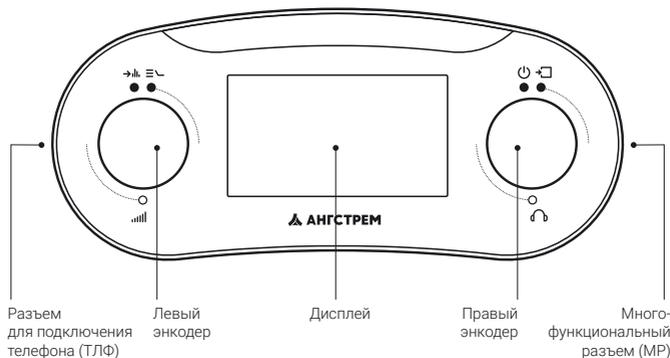

Рисунок 1 – Передняя панель приемника
4.3 Индикация. На передней панели расположен жидкокристаллический символно-графический дисплей (рис. 1), отображающий информацию о режимах и параметрах работы приемника.
На передней панели (рис. 1) расположены органы управления – два энкодера.